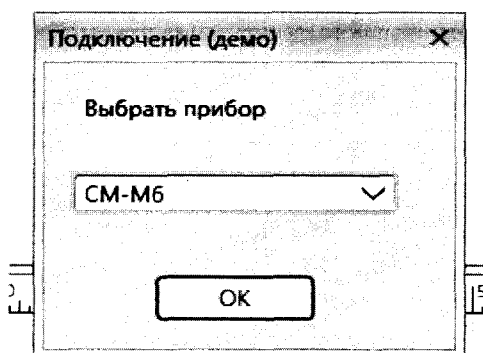

Рисунок 28
8.2.5.2 В открывшемся главном окне программы во вкладке «Панель данных» щелкните кнопку «Подключить|▼» для установления связи со спектрофотометром. В появившемся окне «Подключение» щелкните стрелку вниз и выберите модель спектрофотометра «СМ-М6» и нажмите кнопку «ОК» (рисунок 28). После успешного подключения появится окно спектрофотометра, в котором отобразится его состояние, а кнопка панели инструментов меню изменится на «Отключить |▼».